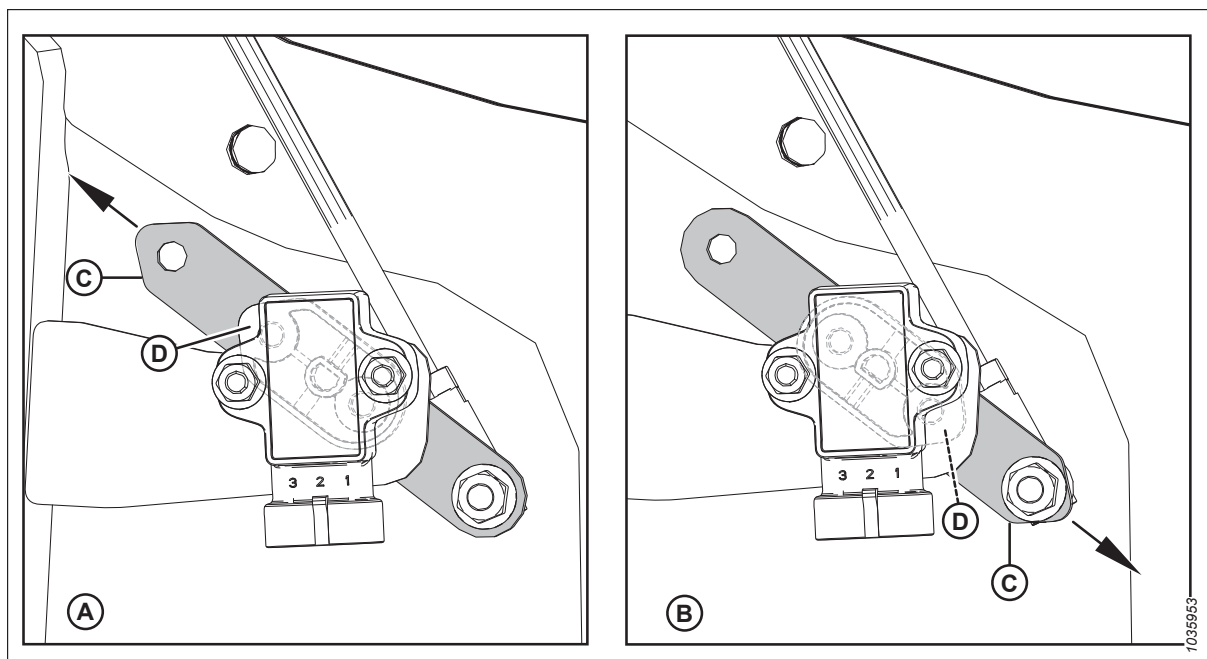

Рисунок 3.153: Конфигурация рычага/указателя датчика
- Убедитесь в правильности конфигурации рычага (C) и указателя (D) датчика для данной жатки. Инструкции см. на рис. 3.153, страница 155.